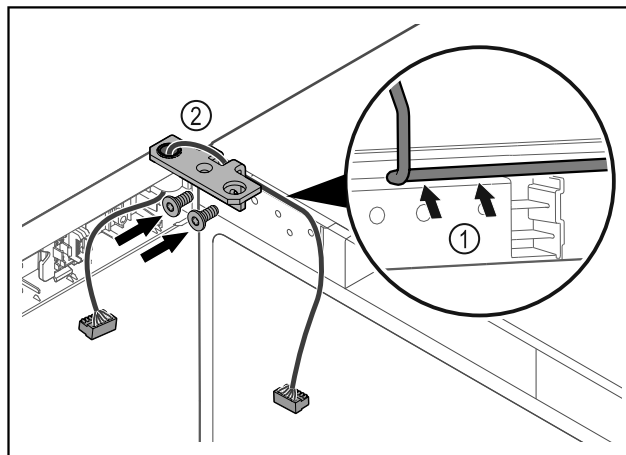

Fig. 55
- Faire passer le câble avec précaution par le trou de l'équerre de charnière Fig. 55 (1).
- Visser l'équerre de charnière Fig. 55 (2).